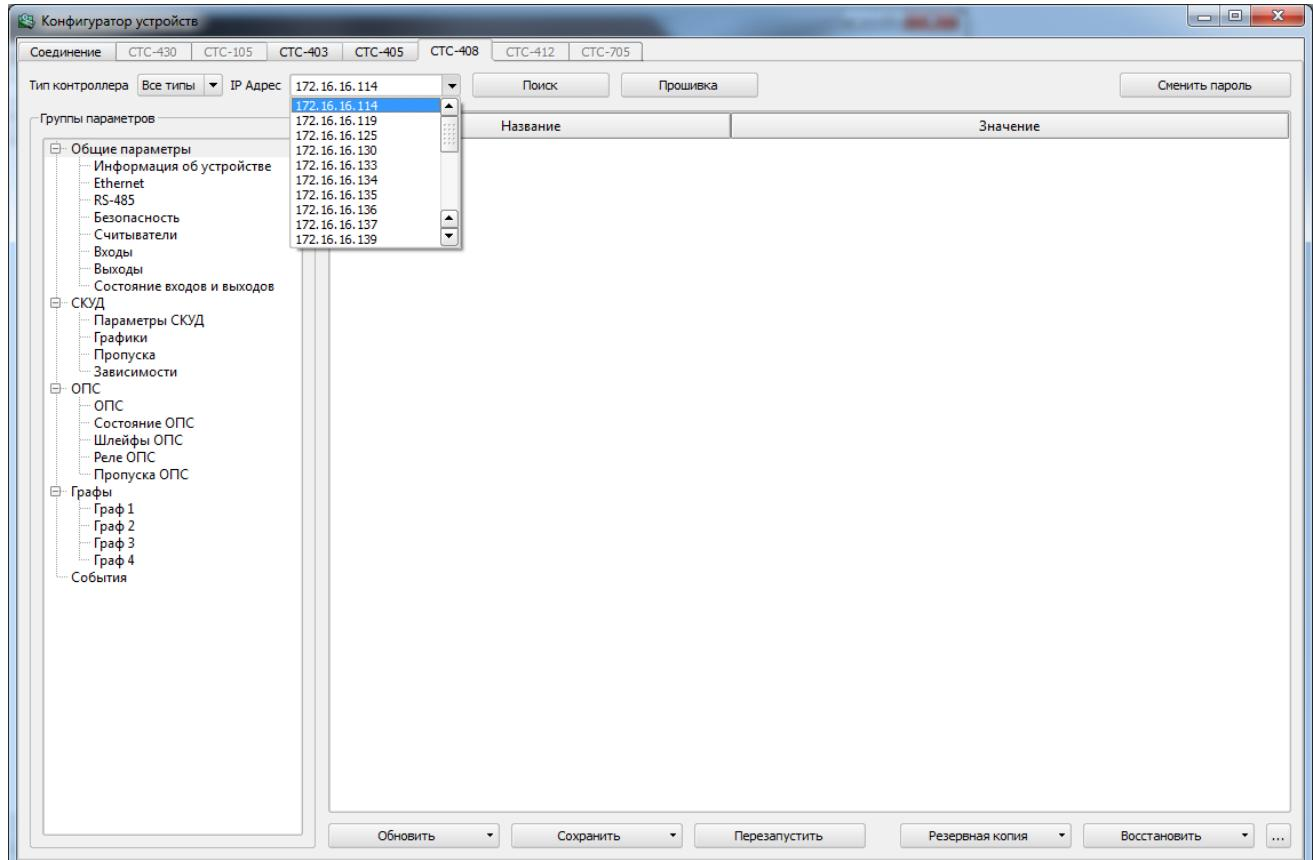

Рисунок 4
Если при нажатии кнопки «Поиск» конфигуратор обнаружит два, и более контроллеров, то для выбора нужного вам контроллера нажмите на стрелку, расположенную слева от кнопки «Поиск». В выпадающем меню выберите контроллер с необходимым IP-адресом (рисунок 4).
*Для того чтобы сохранить данные в контроллере нажмите кнопку «Сохранить», расположенную на нижней панели конфигуратора, при этом откроется меню (рисунок 4), где Вы можете выбрать пункт записи.*